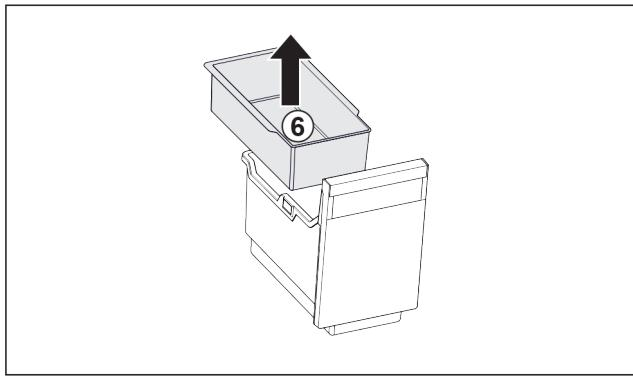

Fig. 105
- ▶ Izvadite ovjesnu posudu Fig. 105 (6).